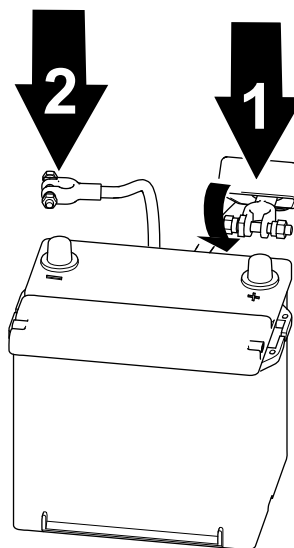

Figura 59
2. Eleve el aislante y retire el cable positivo de la batería del borne de la batería (Figura 59).
1. Conecte el cable positivo a la batería y apriete la tuerca de pinza de la batería (Figura 59).
2. Conecte el cable negativo a la batería y apriete la tuerca de pinza de la batería (Figura 59).